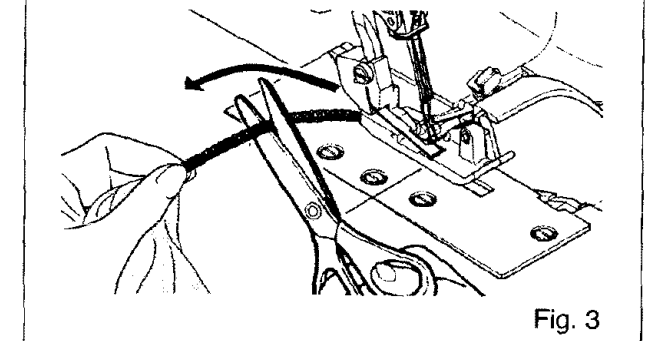

Fig. 3
4. At fabric end, carry on running machine at low speed, gently pulling the fabric towards the back, until about 5 to 6 cm of extra lock stitches are produced without fabric. Cut thread with scissors. (Fig. 3)
4. Al final del cosido del tejido, continuar con la máquina funcionando a baja velocidad, tirando suavemente el tejido hacia la parte de atrás, hasta conseguir unos 5 o 6 cms. de sobrehilado. Corte el hilo con tijeras. (Fig. 3)
Frayed thread may make needle threading difficult. Draw the thread passing under the moving cutter and turn hand wheel towards you to obtain clear cut end as illustrated (Fig. 3).
Un hilo deshilachado puede hacer difícil el enhebrado de la aguja. Tire del hilo hasta que posicione debajo de la cuchilla móvil y gire el volante manualmente en sentido de costura para obtener un porte limpio como ilustrado (Fig. 3).